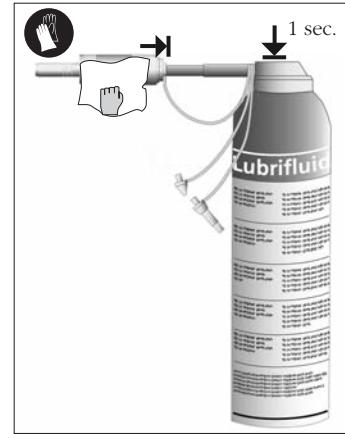

fig. 5
- Introduire l'embout de l'atomiseur dans l'arrière du manche de l'instrument. Actionner le spray durant 1 seconde **fig. 5**.